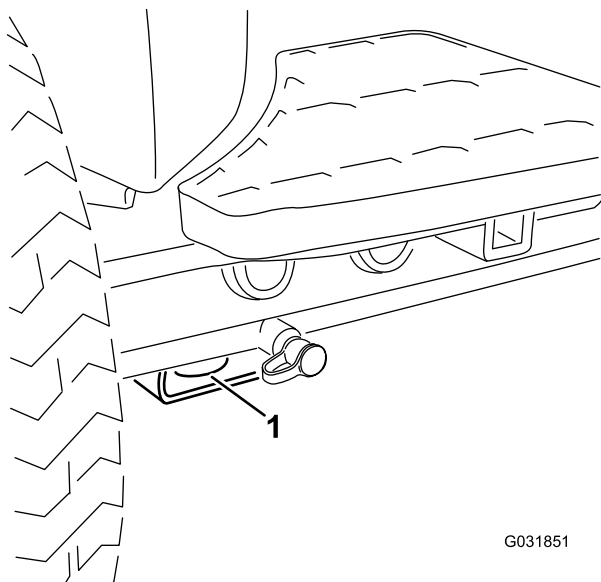
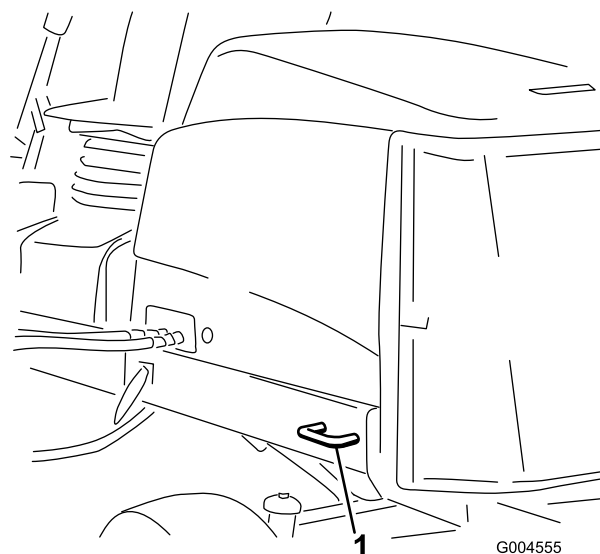

Figura 69
Figura 70
- Fissate la macchina in sicurezza. Le cinghie anteriori e posteriori devono essere orientate verso il basso e all'esterno rispetto alla macchina; fate riferimento a Figura 69 e Figura 70.
- Anteriore – foro nel supporto rettangolare, sotto il tubo dell'assale, all'interno delle ruote anteriori (Figura 69)
- Posteriori – ogni lato della macchina sul telaio posteriore (Figura 70)